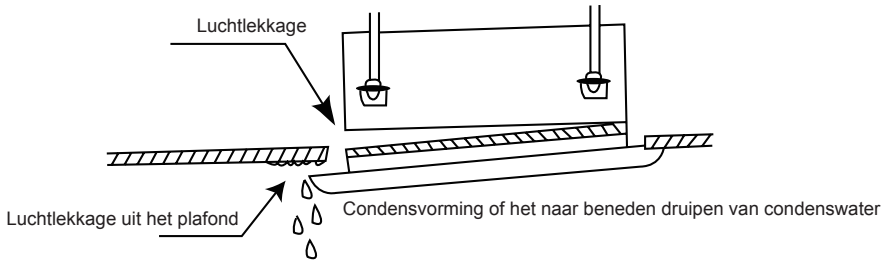

Fig.8.13
- (1). Het incorrect vastschroeven van de schroeven kan leiden tot problemen zoals weergegeven in Fig.8.13.